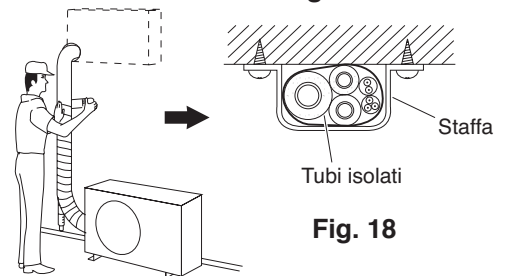

Fig. 18
- Avvolgere il nastro dal basso verso l'alto fino all'imbocco nel muro, sovrapponendolo ad ogni giro. (Fig. 18)